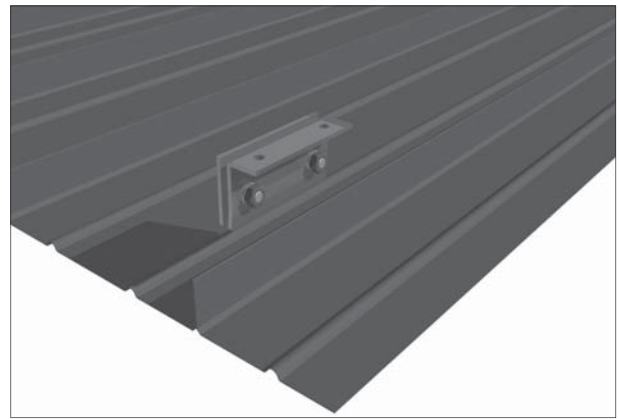

Bild 4.3-1
- Blechfalzklemmen an den definierten Befestigungspunkten auf die Stehfalze setzen siehe Bild 4.3-1.